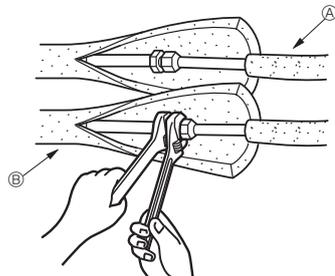

Fig. 4-3
4.4. Trabalho de instalação da tubagem de refrigerante (Fig. 4-3)